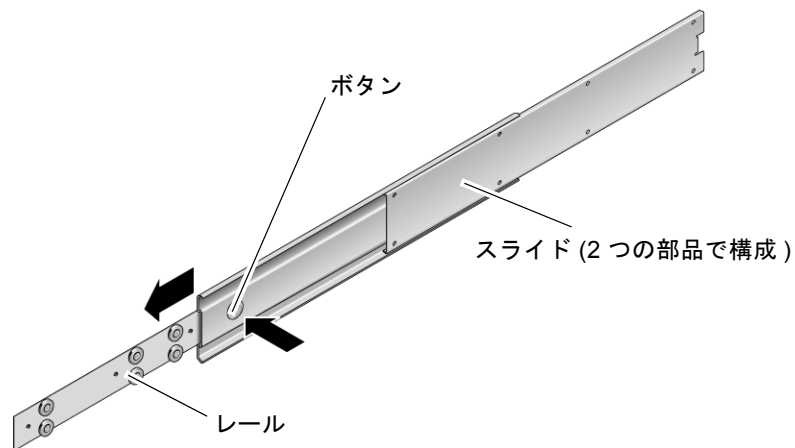

図 3-8 スライドの分解
4. 各スライドのボタンを押し、レールをスライドから完全に引き出します (図 3-8)。